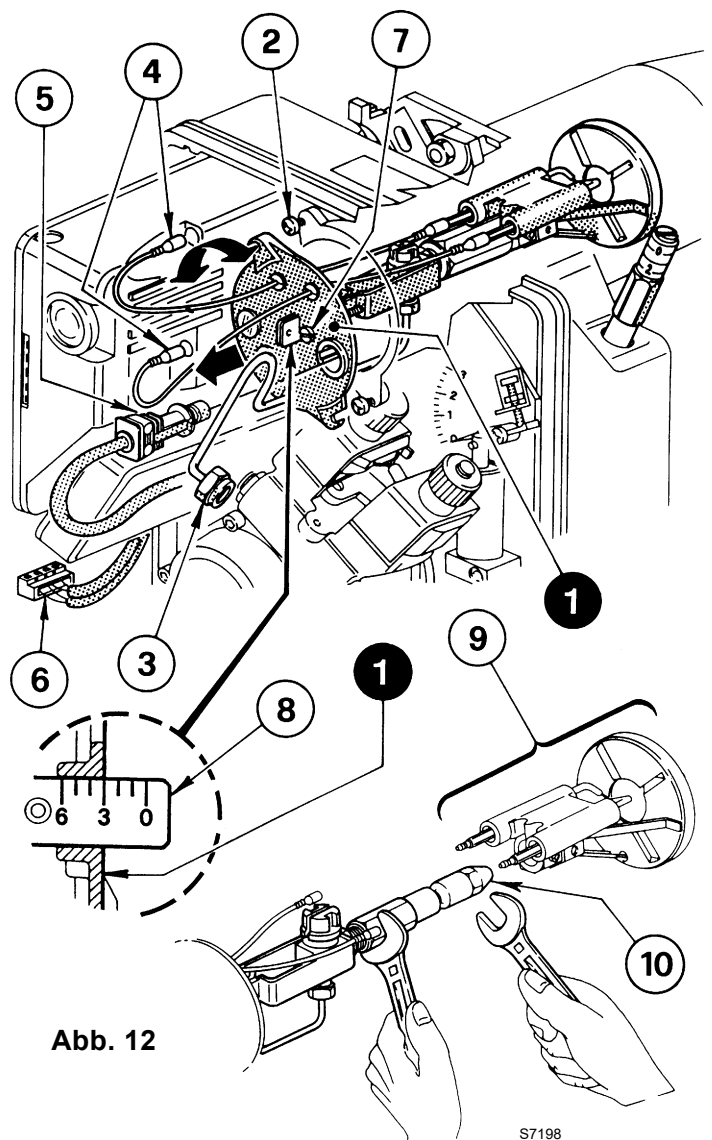

Abb. 12
B Abb. 12 – Den Düsenstock (1) herausnehmen, nachdem vorher die Schrauben (2) gelockert, die Mutter (3) gelöst, die Zündkabel (4) vom Steuergerät, der Flammenfühler (5) und die Steckdose (6) abgenommen wurden.
2 BRENNERKOPFEINSTELLUNG (Siehe Abb. 12)